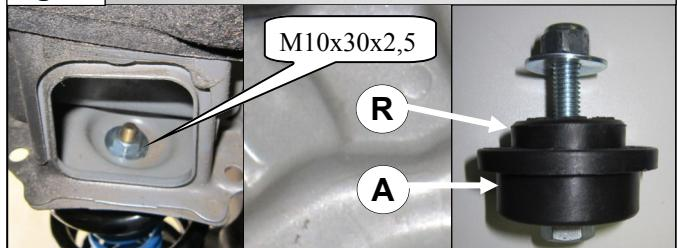

fig. 2
4. Installieren Sie Federteller **A** und Gummi **R** mit dem mitgelieferten Befestigungsmaterial. Die dickere Unterlegscheibe kommt an die Rahmeninnenseite . Stellen Sie sicher das Federteller **A** gut zentriert. Ziehen Sie die Schraube fest. Siehe Abbildung 2.
4. Installez la coupe de ressort supérieure **A** en caoutchouc **R** avec le matériel de montage inclus. La baque de corps plus épaisse est à l'intérieur de la poutre du châssis. Assurez une bonne centrage de la coupe de ressort **A**. Tourner le boulon de sécurité. Voir la figure 2.